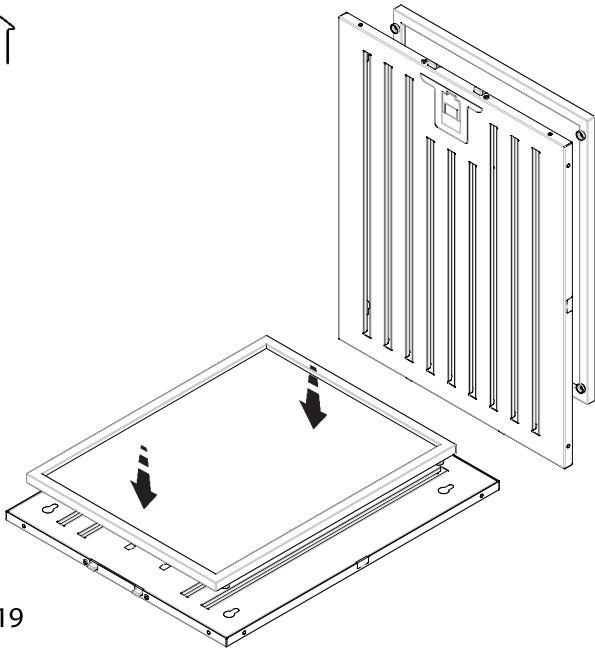

Fig. 19
- I filtri a carbone attivo non sono ne lavabili ne rigenerabili e devono essere sostituiti ogni 4 mesi circa. La saturazione del carbone attivo dipende dall'uso più o meno intenso dell'apparecchio. Per la sostituzione aprire il pannello, togliere il filtro antigrasso metallico e rimuovere i filtri antigrasso. (fig. 19 - 20)
Sostituire il materassino ogni 3 anni oppure ogni volta che il panno risulta danneggiato. (fig. 19 - 20)